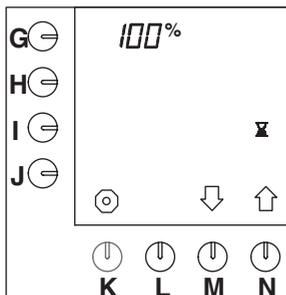

Abb. 46 Pausenzeit 100%
- Drücken Sie auf die Wahl taste (N.) \uparrow , bis Abb.46 im Display erscheint.